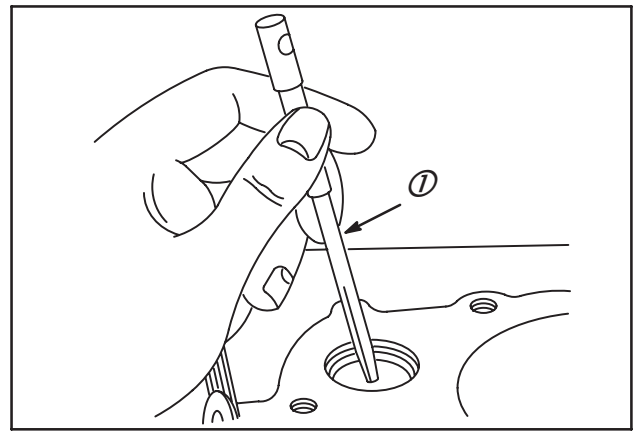

Fig. 17
2. Insérer le pilote (1) dans le guide de soupape d'admission, Fig. 17.